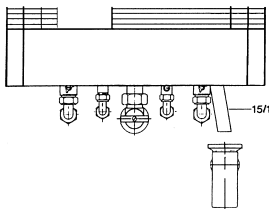

Рис. 11
- Трубу слива (15/1) винтить в предохранительный клапан, рис. 11.